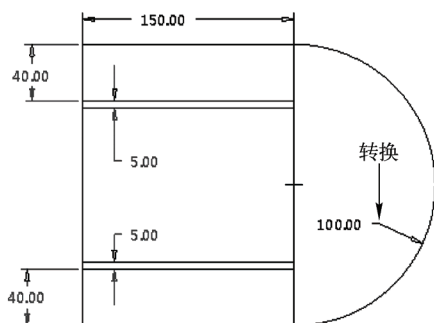

图 4-42 转换其他弱尺寸
STEP 04 用与上述同样的方法，转换其他的弱尺寸，效果如图 4-42 所示。